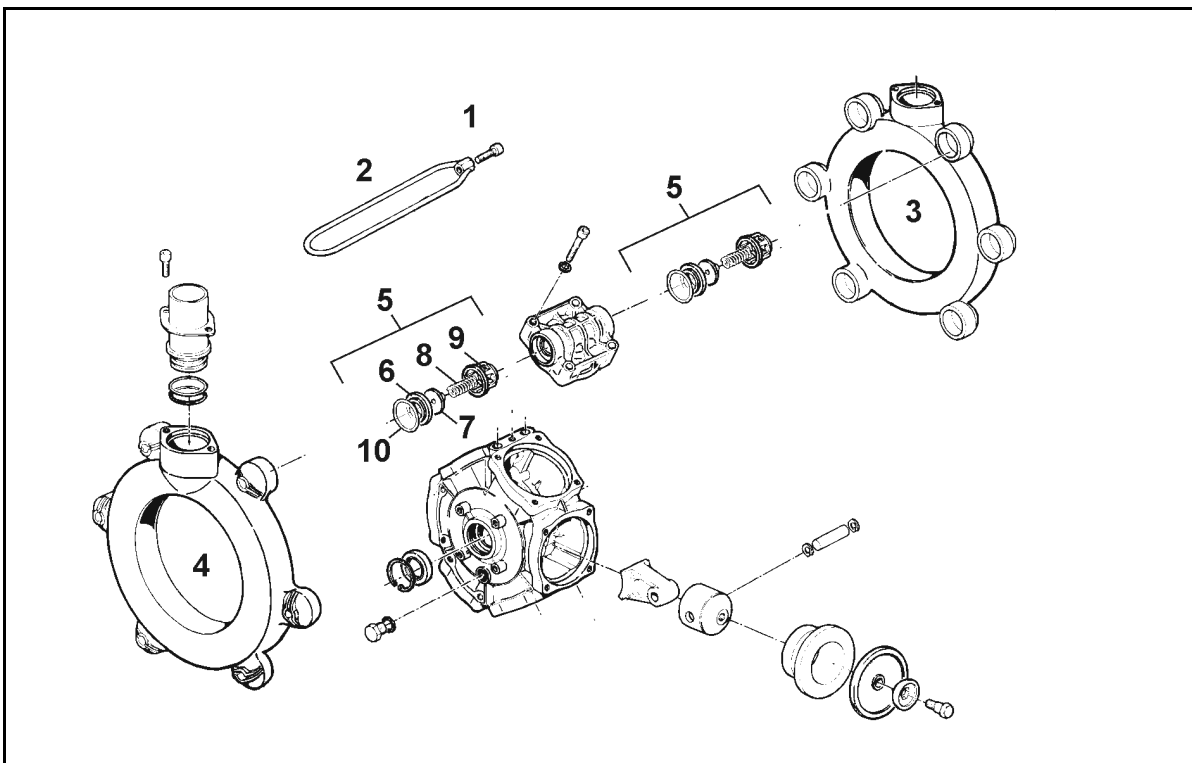

Fig. 159
- Preste atenção à respetiva posição de montagem das válvulas do lado de aspiração e de pressão, antes de retirar os grupos de válvulas (Fig. 159/5).
- Ao montar, preste atenção para não danificar a guia da válvula (Fig. 159/9). Danificações podem dar origem ao bloqueio das válvulas.
- É absolutamente necessário apertar os parafusos (Fig. 159/1) em cruz, com o binário indicado. Um aperto incorreto dos parafusos dá origem a deformações e, deste modo, a fugas.
2. Soltar os parafusos (Fig. 159/1) e retirar os esticadores (Fig. 159/2).
3. Retirar o canal de aspiração e de pressão (Fig. 159/3 e Fig. 159/4).
4. Retirar os grupos de válvulas (Fig. 159/5).
5. Verificar o assento da válvula (Fig. 159/6), a válvula (Fig. 159/7), a mola da válvula (Fig. 159/8) e a guia da válvula (Fig. 159/9) quanto a danificações ou desgaste.
6. Retirar a junta circular (Fig. 159/10).
8. Montar os grupos das válvulas (Fig. 159/5) após verificação e limpeza.
9. Aplicar as juntas circulares novas (Fig. 159/10).
10. Ligar o canal de aspiração (Fig. 159/3) e de pressão (Fig. 159/4) por flange à carcaça da bomba e montar o esticador (Fig. 159/2).
11. Aperte os parafusos (Fig. 159/1) em cruz com um binário de aperto de **11 Nm**.